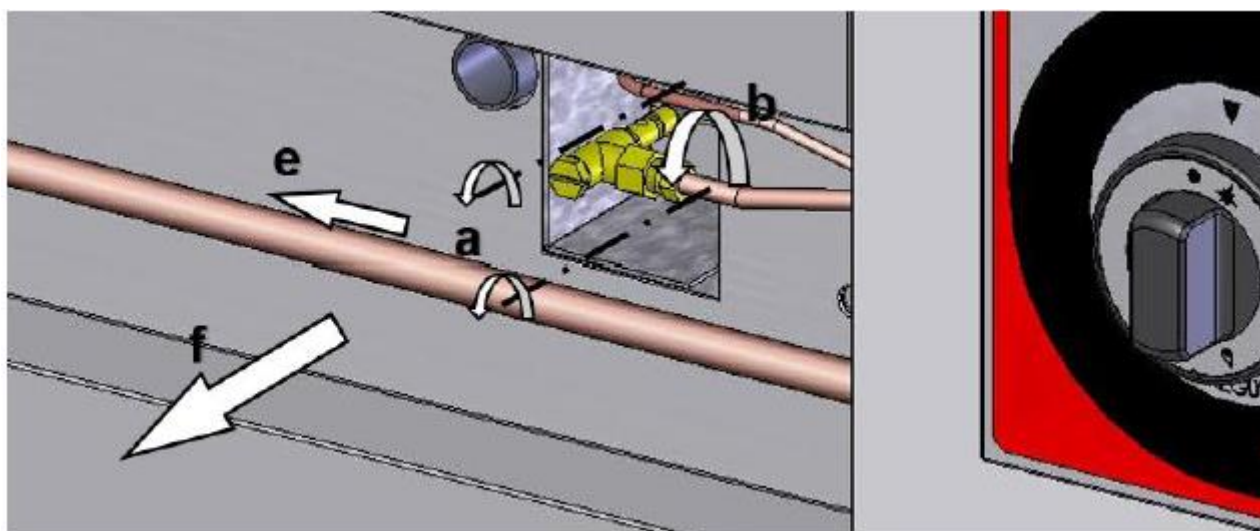

Рис. 8.12
- б. Выверните муфту крепления газовой трубки с помощью ключа № 10 (см. рисунок 8.12).
- c. Сместите запальную горелку влево и извлеките медную трубку (рис. 8.12).
- d. Извлеките запальную горелку (рис. 8.12).